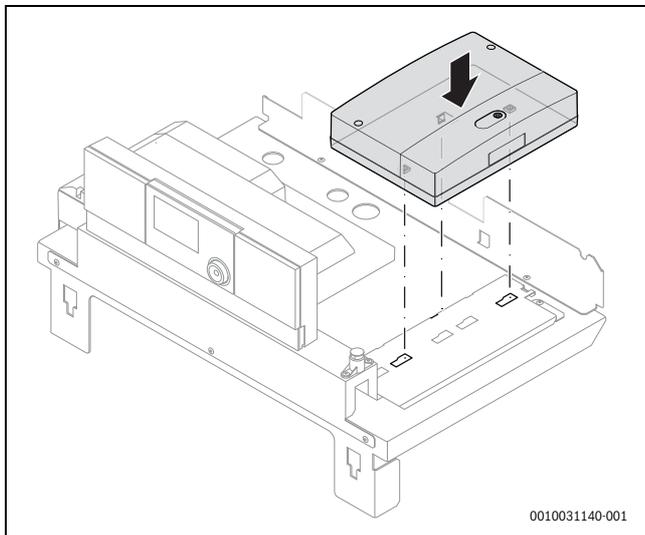

Fig. 17 Installazione del modulo elettronico sotto il pannello di copertura del generatore di calore (esempio)
- ▶ Installare il modulo sotto il pannello di copertura del generatore di calore come illustrato in fig. 17 e 18.